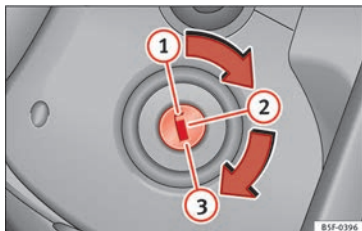

Fig. 175 Posizioni della chiave di accensione.
In questa posizione » **fig. 175 ①** sia il motore che il quadro sono spenti e si può inserire il bloccastero.
- Girare la chiave di accensione fino alla posizione di avviamento » **fig. 175 ③**.
- Girare la chiave fino alla posizione » **fig. 175**  2. La spia  si accenderà nel caso di preincandescenza del motore.
- Girare la chiave fino alla posizione »» **fig. 175 .**